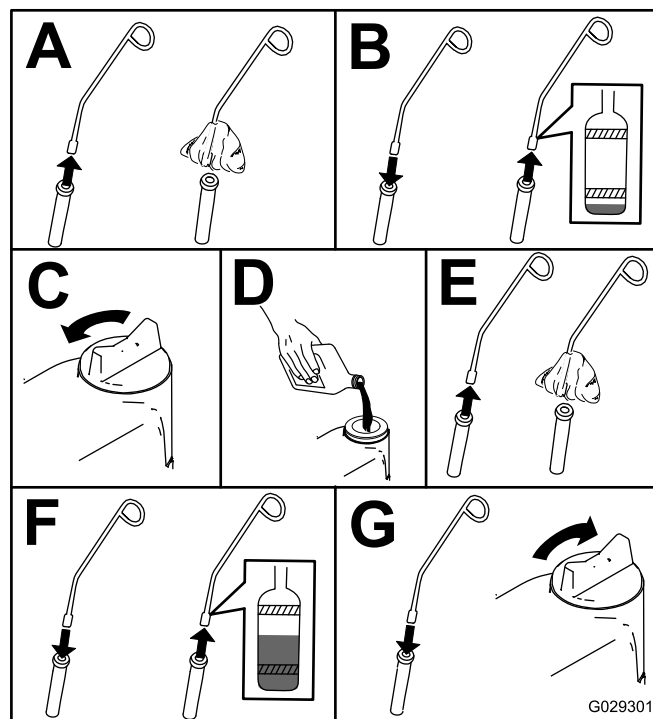

Figure 60
5. Contrôlez le niveau d'huile moteur, comme montré à la Figure 60.